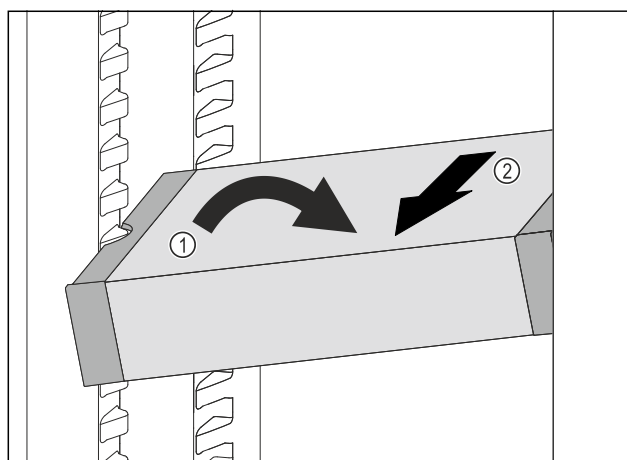

Fig. 217
- ▶ Állítsa ferde helyzetbe a VarioSafe-fiókot a hűtőrészben. Fig. 217 (1)
- ▶ Előrefelé vegye ki a VarioSafe-fiókot. Fig. 217 (2)